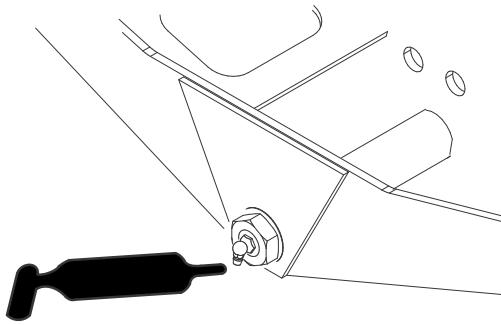

Figura 52
- Pivot de dirección (1) (Figura 52)